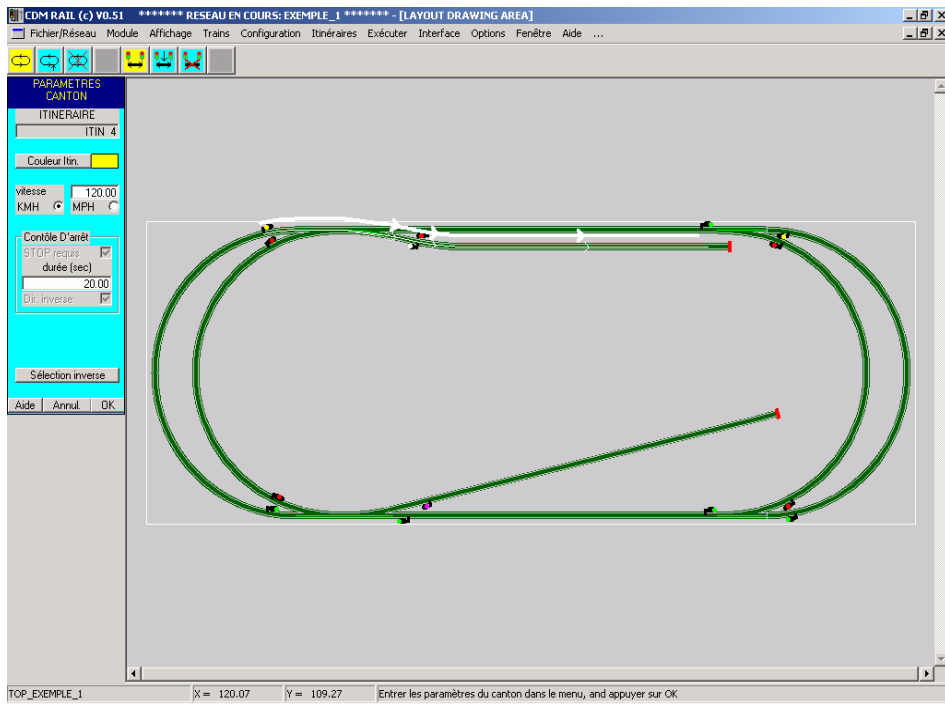

Figure 7-13 Ajout de la première section, sur voie de garage.
- **Figure 7-13:** ajout du premier canton: voie de garage du haut. Noter que l'aiguillage de la voie de garage doit avoir été positionné en position déviée (par "clic" souris). Comme il s'agit d'une voie de garage, le canton est automatiquement mis en "Stop requis", et "Direction inverse". Le temps d'arrêt par défaut est de 20 secondes.